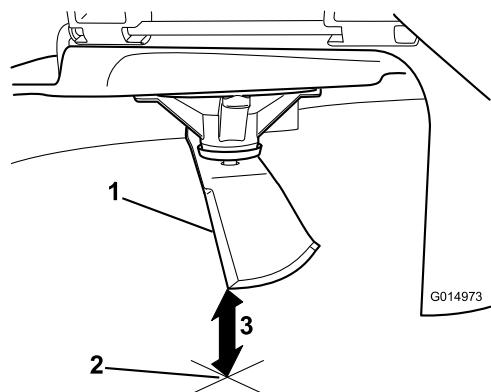

Figura 93
5. Mida desde la punta de la cuchilla hasta la superficie plana (**Figura 93**).